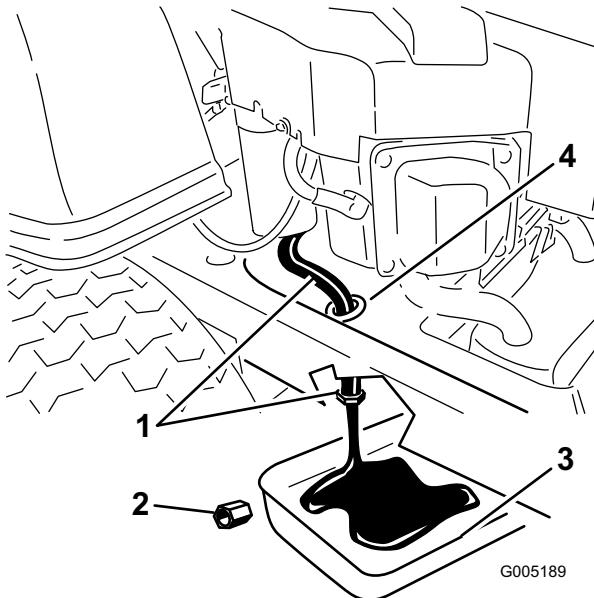

Figure 24
5. Trouvez l'emplacement du flexible de vidange d'huile du côté gauche de la machine. Le bouchon de vidange est fixé à un flexible de vidange acheminé par un orifice de vidange sur le châssis de la machine (Figure 24). Nettoyez autour du bouchon et du flexible de vidange d'huile.
6. Placez un bac de vidange sous la machine, juste sous l'orifice de vidange du châssis, comme illustré à la Figure 24.
7. A l'aide de deux clés (l'une pour tenir le flexible de vidange d'huile, l'autre pour desserrer le bouchon) retirez le bouchon de vidange d'huile (Figure 24).
13. Quand toute l'huile s'est écoulée, replacez le bouchon de vidange. Serrez le bouchon à 14 Nm (125 pieds-livre). Essuyez l'excédent d'huile (Figure 24).